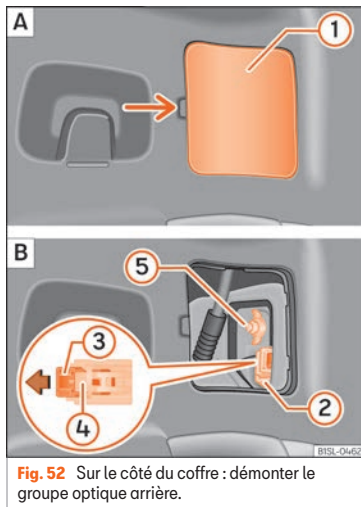

Fig. 52 Sur le côté du coffre : démonter le groupe optique arrière.
• Retirez avec précaution le cache (1) en faisant effet de levier »» fig. 52 [A].
• Tirez sur la fixation (3) du connecteur (2) dans le sens de la flèche »» fig. 52 [B]. Pour ce faire, munissez-vous du tournevis de l'outillage de bord.
• Appuyez sur l'emboîtement (4) et retirez le connecteur (2) »» fig. 52 [B].
• Dévissez l'écrou papillon (5) »» fig. 52 [B].
- Tenez d'une main le feu arrière dans la position de montage et vissez fermement l'écrou papillon de l'autre main ⑤ » » fig. 52 [B].
- Insérez le connecteur ② dans le porte-ampoules et appuyez sur la fixation ③ du connecteur dans le sens contraire de celui de la flèche » » fig. 52 [B].